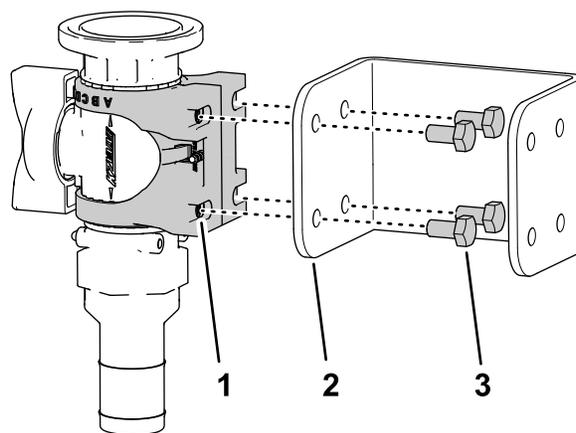

Figura 41
5. Monte a base da válvula no suporte da válvula de controlo (Figura 41) com os 4 parafusos (6 x 12 mm) e as 4 anilhas planas; aperte os parafusos com uma força de 10 a 12 N·m.